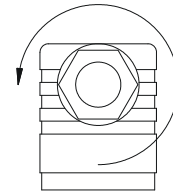

Abb. 9
- ✚ Lösen Sie die Kabelverschraubung ⑤ M16x1,5 (⇒ Abb. 9).